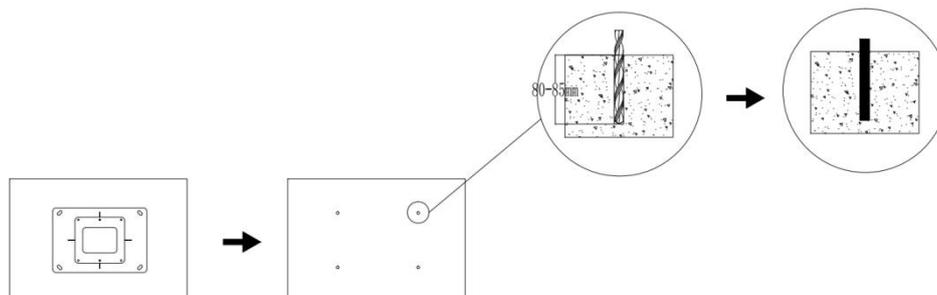

图 11：立柱式安装图
- 使用冲击钻在标记的孔位钻 4 个直径为 $\varnothing 16\text{mm}$ 、深度为 $80-85\text{mm}$ 的安装孔，然后将 4 个 $\text{M}12*80\text{mm}$ 的膨胀螺栓敲入孔中，然后拧紧螺栓使其膨胀固定在孔内，再将螺母和垫片松开拿出。（如图 11）